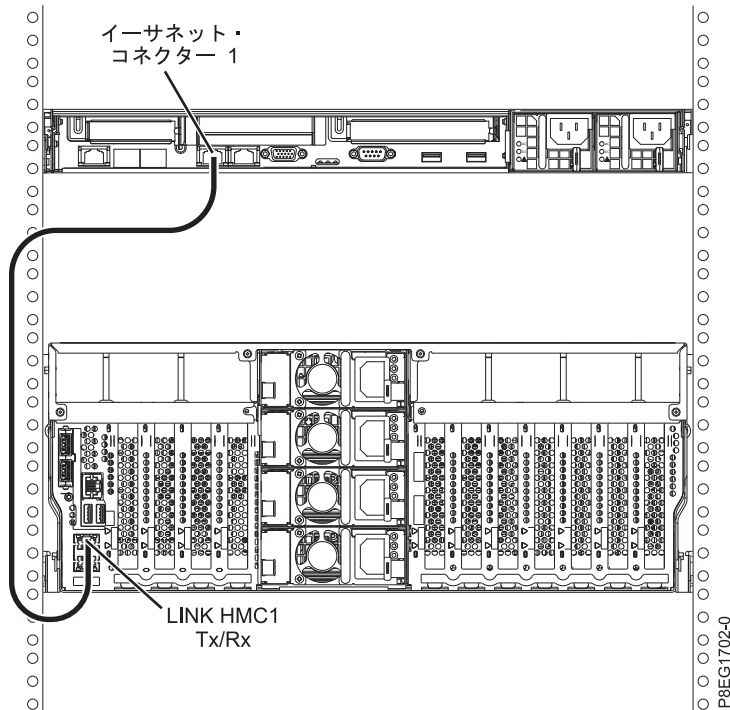

図 13. 管理対象システムへの HMC の取り付け
1. HMC を管理対象システムに直接接続する場合は、HMC のイーサネット・コネクタ 1 を管理対象システムの HMC1 ポートに接続します。14 ページの図 13を参照してください。